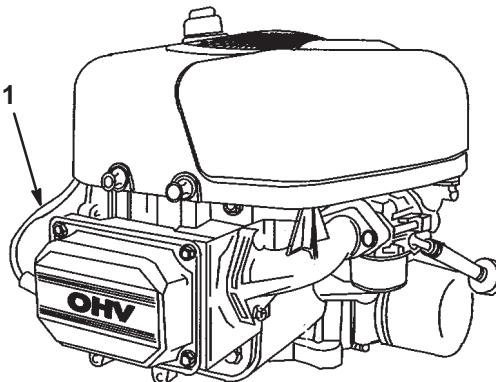

Figure 25
6. Débranchez la bougie (Fig. 25).
3. Branchez la bougie (Fig. 25).